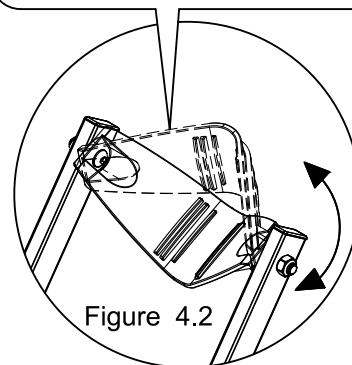

Figure 4.2
2. Ne serrez pas complètement le bloc de réglage ⑤ pour lui permettre de bouger librement. (Voir Figure 4.2)